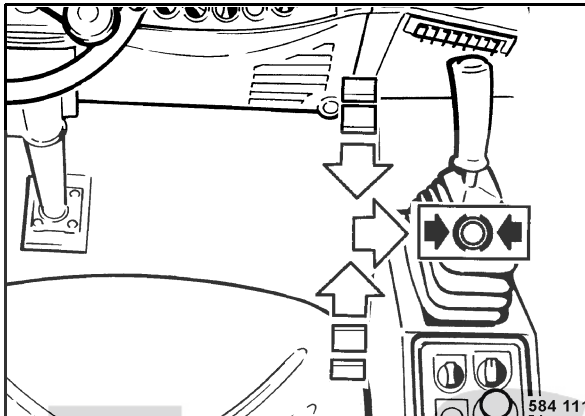

Fig. 58
- Ramener lentement le levier de commande de marche (Fig. 58) sur position neutre puis l'enclencher vers la droite sur position de freinage.